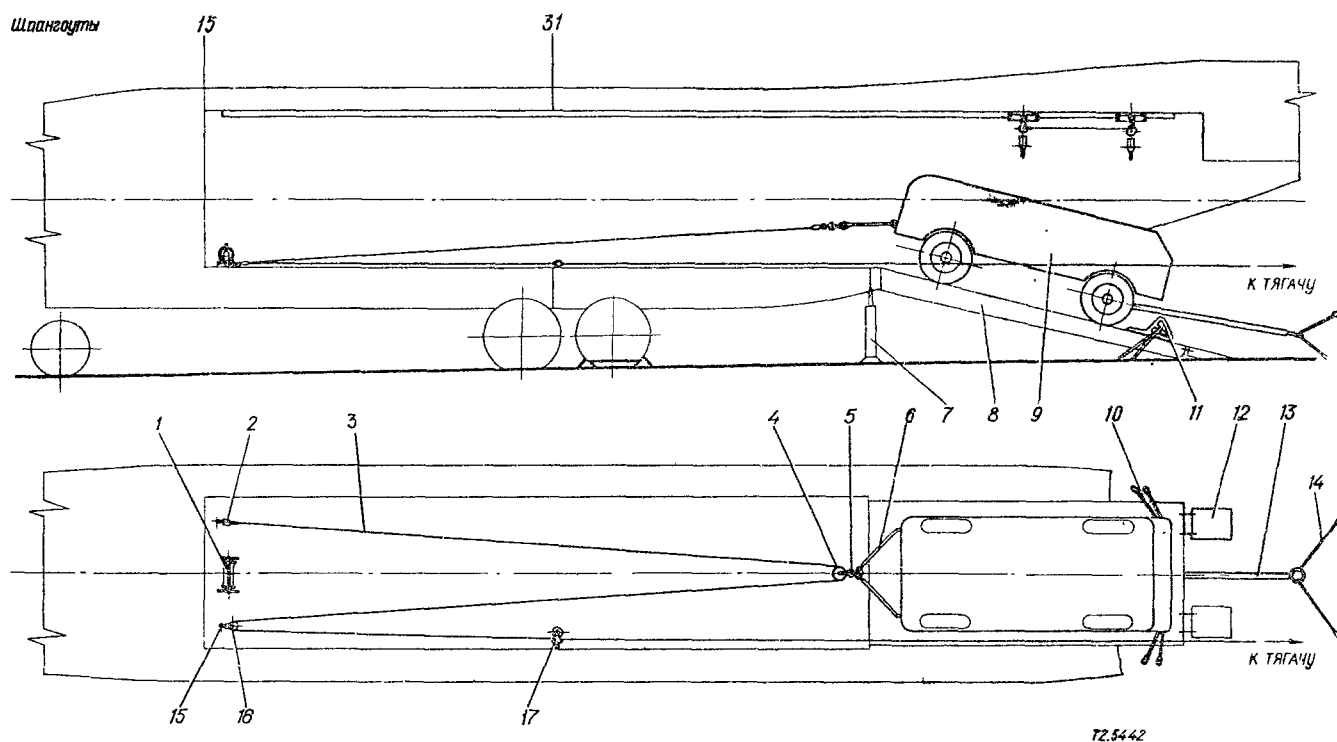

РИС. 10. СХЕМА ПОГРУЗКИ НЕСАМОХОДНОЙ КОЛЕСНОЙ ТЕХНИКИ ТЯГАЧОМ:
- установите наезды 12 (см. рис. 10) в походное положение и закройте грузовой люк;
- установите наезды 12 (см. рис. 10) по колесам выгружаемой техники;